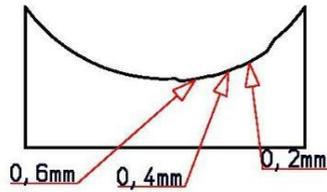

Fig. 12 : Les profondeurs de coupe sur la jauge à couteaux
- > Desserrez légèrement la vis du couteau (**2** - Fig. 12).
- > Placez la jauge à couteaux (**4** - Fig. 12) sur la tête de fraisage (**1** - Fig. 12) et faites glisser le couteau (**3** - Fig. 12) contre la jauge jusqu'à ce qu'il touche la zone encochée.